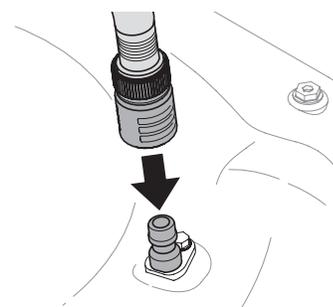

Figure 13
3. Fixez le boyau d'arrosage avec la buse de lavage du plateau de coupe au port d'eau situé à la surface de votre plateau de coupe. Consultez la figure 13.